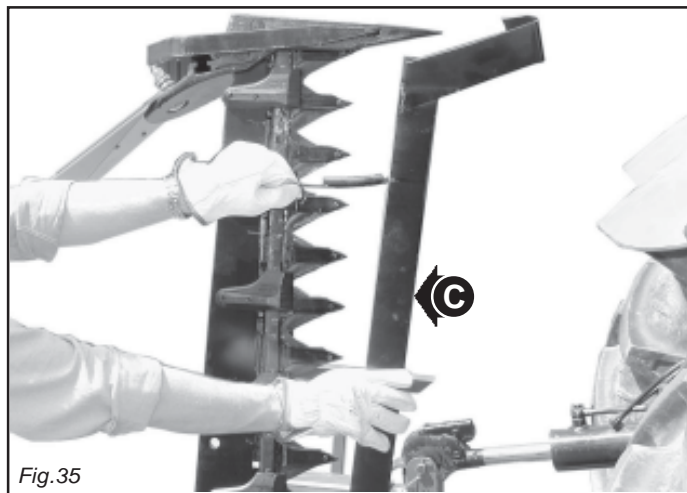

Fig. 35
- Colocar las protecciones de las hojas de las cuchillas y de la galga externa (C, Fig. 35).